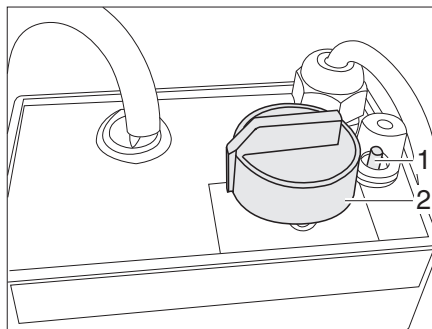

Fig. 116 Regulador para calentamiento eléctrico del piso
- Girar el regulador giratorio (Fig. 116,2) al nivel de calefacción deseado.
- Girar el regulador giratorio (Fig. 116,2) a la posición "0".
Cuando se sobrecarga el regulador, se activa la protección contra sobrecargas. El perno (Fig. 116,1) salta hacia fuera.
- Hundir el perno (Fig. 116,1) en la protección contra sobrecargas cuando se haya enfriado el regulador.